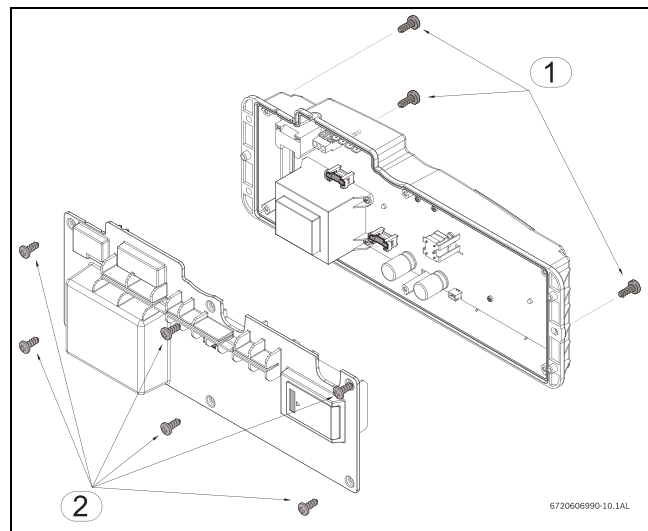

Рис. 3
- Отпустите шесть винтов на задней крышке блока управления для доступа к плате электронного блока (рис. 3, поз. 2).